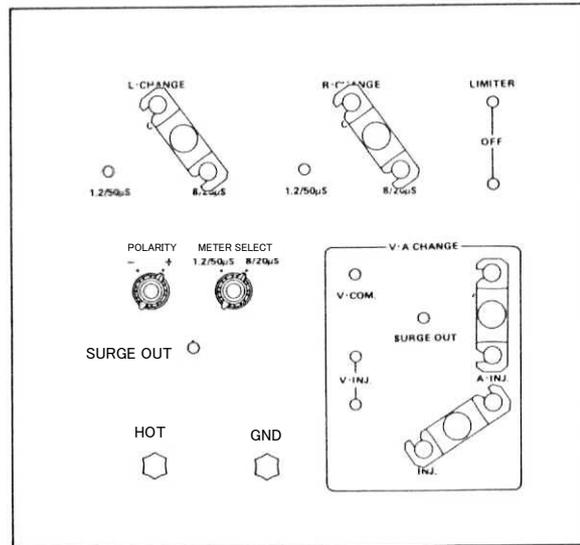

図 17
1. 添付品の放電プローブで、出力波形切替部⑭と重畳切替部⑯の各端子の残留電圧を放電させます。
2. 出力波形切替部を図 17 のように設定します。POLARITY 切替ツマミ⑫ で出力サージの極性を選択し、METER SELECT ツマミ⑬は $8/20\mu s$ に設定します。